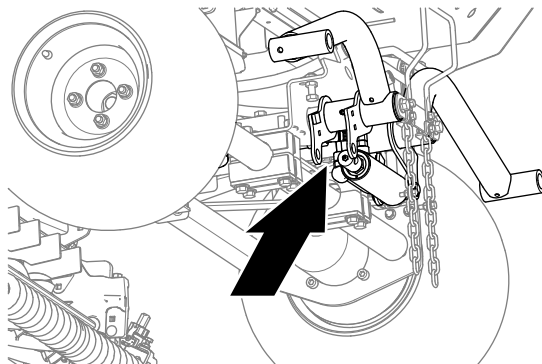

Bild 13
1. Stellen Sie eine Auffangwanne unter die Hydraulik-Anschlussstücke des Hubzylinders (Bild 13).